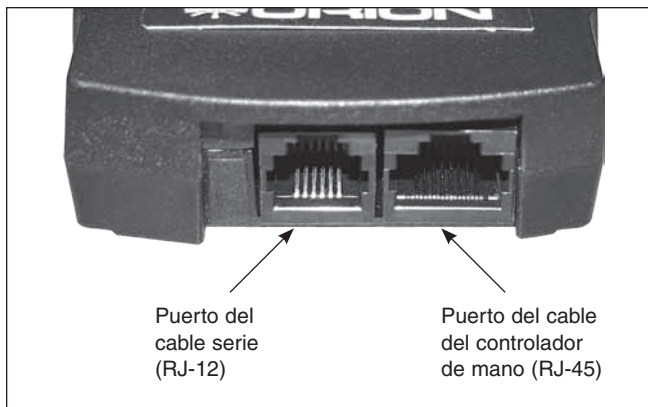

Figura 14. Puertos del controlador de mano GoTo
3. Conecte el otro extremo del cable en espiral al conector modular del controlador de mano (**figura 14**).